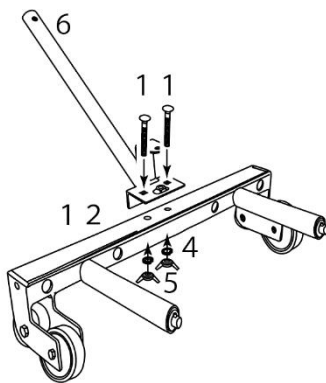

図4
- ④ 6, フロントハンドルを12, ベースフレームに4, Sワッシャ、5, 蝶ナット、11, ボルト (丸頭) を使用して取り付けてください (図4参照)。